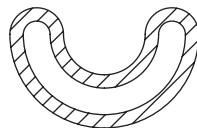

Fig. 2
2. Fjern tætningen (fig. 2) inde i sandfanget, inden hullet bores.